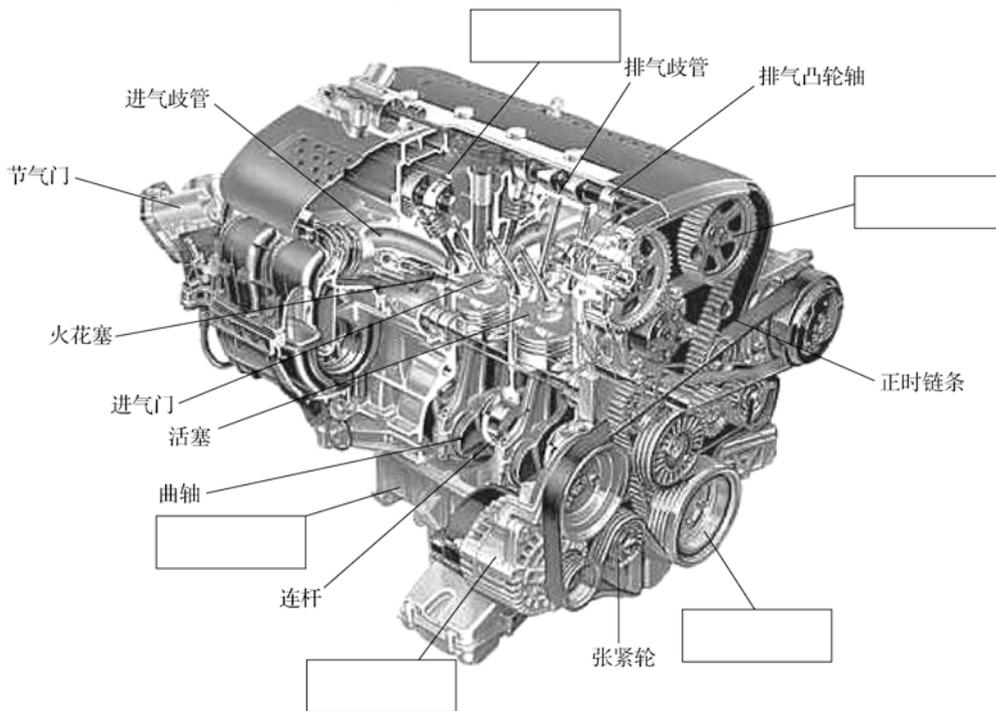

图 1-2 某四缸四冲程汽油发动机的构造图
10. 读图 1-2 某四缸四冲程汽油发动机的构造图，将对应的零件名称补充完整。